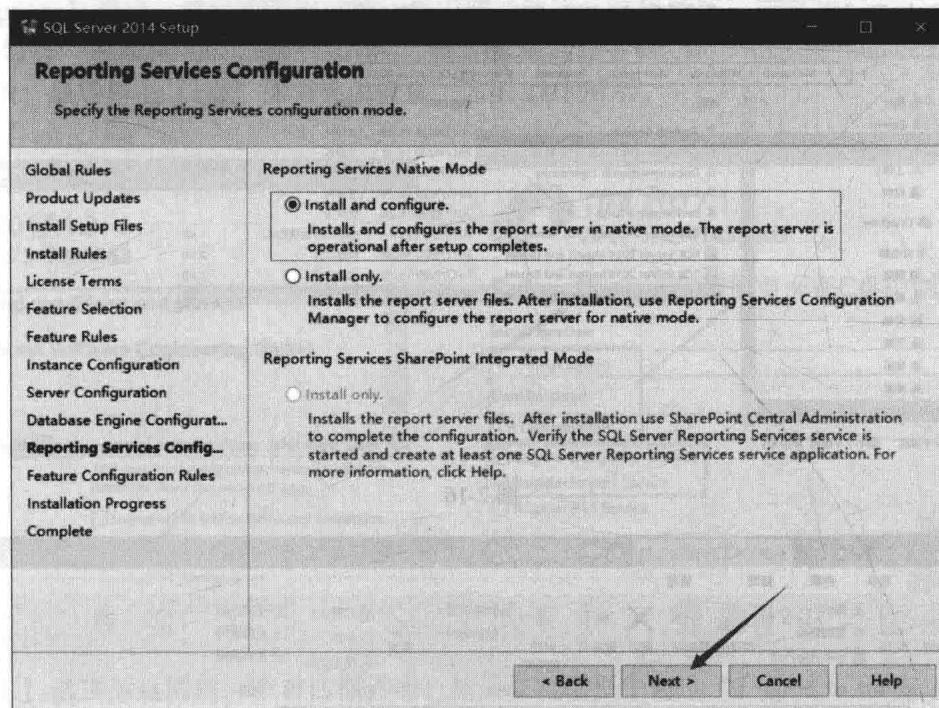

图 2-14
(9) 在弹出的【Reporting Services Configuration】对话框中单选“Install and configure（安装和配置）”选项，然后单击【Next】选项，如图 2-14 所示。